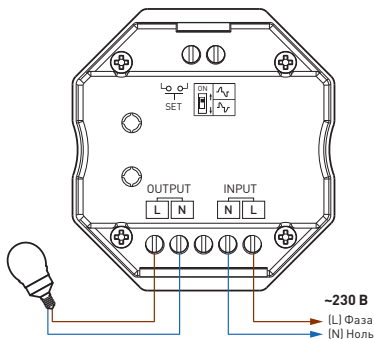

Рис. 4. Схема подключения диммируемых ламп с питанием AC 230 В
- 3.3. Подключите панель согласно схеме на рис. 4. или рис. 5.